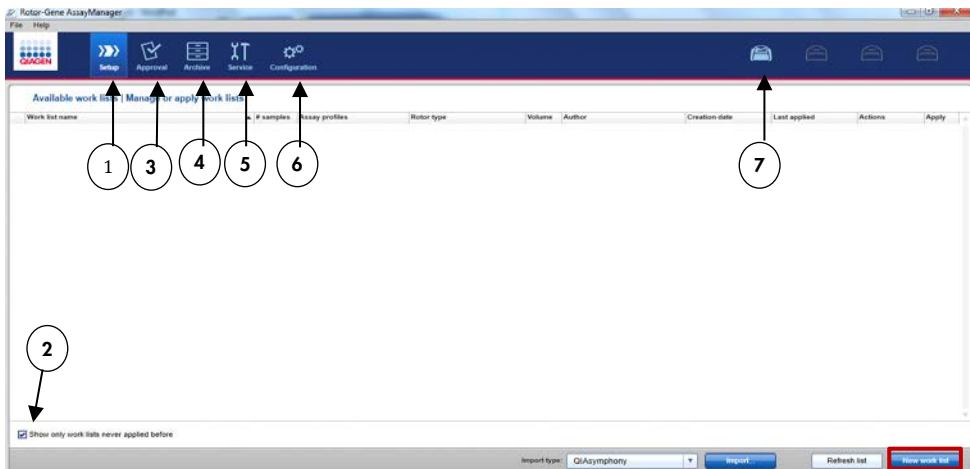

Figura 7. Descrizione delle diverse schede presenti nel software RGAM.
14. Effettuare il login come utente con il ruolo di "Operator" (Operatore) in modalità "Closed" (Chiusa). Fare clic su "OK". Si apre la schermata di Rotor-Gene AssayManager (Figura 7, pagina seguente).
17. Fare clic su "New work list" (Nuovo elenco di lavoro) (Figura 7).